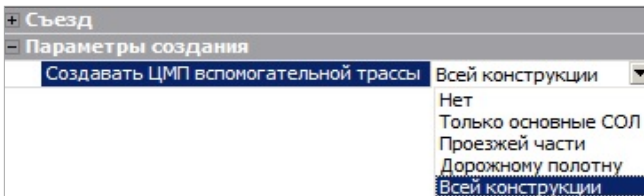
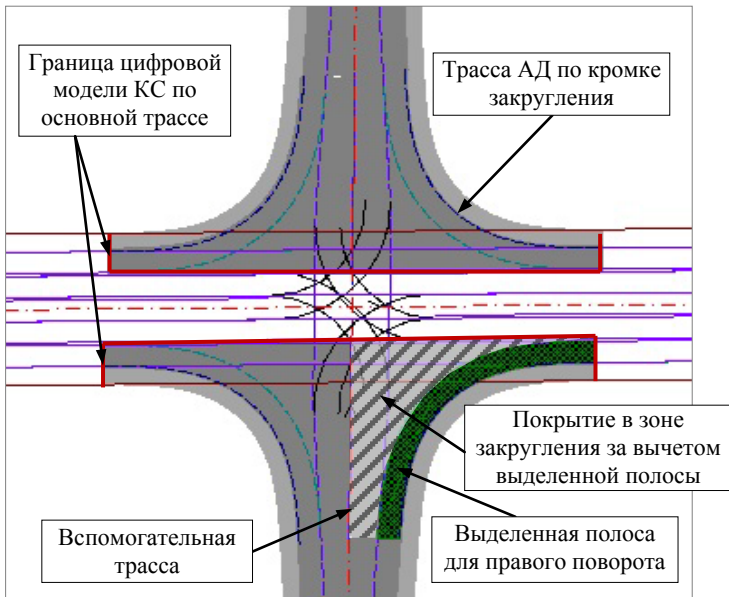

Рис. 26.49
Рис. 26.52
Если при создании цифровой модели простого или канализированного съезда выбрана настройка на создание цифровой модели вспомогательной трассы (любое значение, кроме *Нет*), то в слоях с данными по закруглениям будут храниться и данные по всей длине вспомогательной трассы. Перечень данных по вспомогательной трассе за границами КЗ определяет настройка создания ЦМП (рис. 26.49).
- поверхности и другие элементы цифровой модели КС, ограниченной кромками закруглений правых поворотов по основной трассе и по вспомогательной трассе, если настройка на создание ЦМП вспомогательной трассы выбрана *Нет* (рис. 26.49);
- для остальных вариантов настройки (рис. 26.49) ЦМ съезда включает вспомогательную трассу по всей длине (рис. 26.52).
Если на основной и вспомогательной трассах предусмотрены ПСП, а вертикальная планировка съезда создаётся от кромки проезжей части без ПСП, то будет выделена специальная полоса для правоповоротного движения (рис. 26.52). Для этой полосы дополнительно создаётся целевая линия и несколько характерных точек для точной передачи данных на поперечники.
Данные по покрытию за вычетом выделенной полосы (рис. 26.52) заносятся в графу **2-я полоса движения** с той же стороны от оси, что и основная полоса.